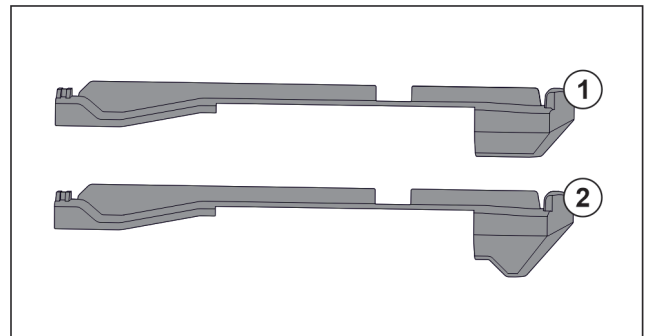

Fig. 56 Sammenligning af påsætningsdelene
I apparatet er der to forskellige påsætningsdele. Påsætningsdelen over den nederste skuffe Fig. 56 (2) har en trekantet kant. Alle andre påsætningsdele Fig. 56 (1) har en lige kant.
- ▶ Anbring påsætningsdelen Fig. 56 (2) med den trekantede kant over den nederste skuffe.
- ▶ Anbring påsætningsdelen Fig. 56 (1) med den lige kant på alle andre steder.